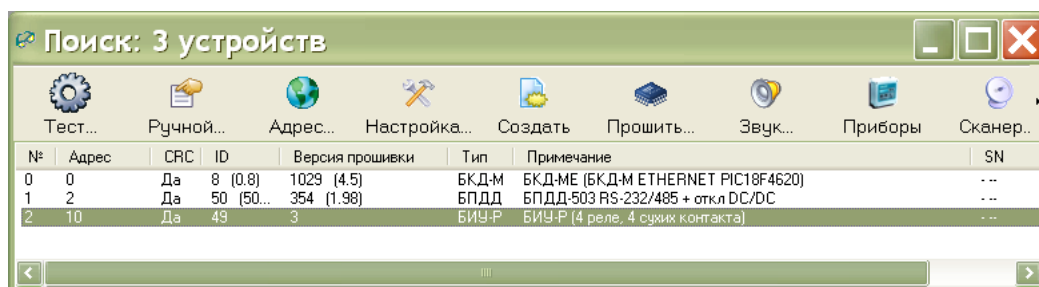

Рисунок 15
Выполнить команду поиска устройств «БКД/Поиск устройств...». В открывшемся окне «Поиск» выбрать строку с требуемым БИУ-Р, нажать на кнопку «Адрес» (рисунок 15).
БИУ-Р позволяет дистанционно обновить (перезаписать) свое встроенное программное обеспечение («прошивку») при помощи сервисной программы RASOS. Номер версии программного обеспечения указан в графе «Версия прошивки» (рисунок 15). Для смены встроенного программного обеспечения следует подключить устройства в соответствии с рисунком 11.
Для обновления программного обеспечения следует в окне «Поиск» выбрать строку с требуемым БИУ-Р, нажать на кнопку «Прошить...» (рисунок 15).
- 2) В программе RASOS создать подключение к БКД-МЕ и выполнить поиск БИУ-Р (рисунок 15).
2) В программе RASOS создать подключение к БКД-МЕ и выполнить поиск БИУ-Р (рисунок 15).